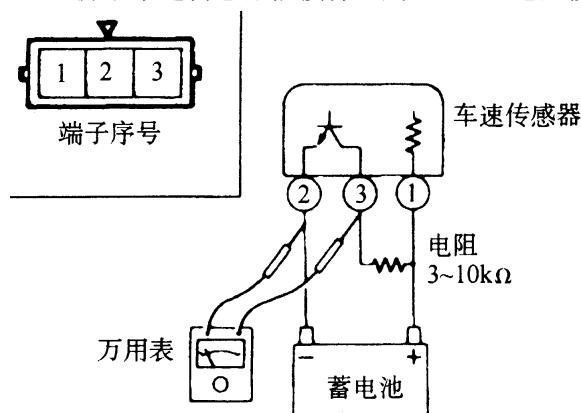

图 20-39
(1) 将车升起;
(2) 拆下车速传感器插接件, 用  $3\sim10\text{k}\Omega$  电阻按图 20-39 所示的方法连接;